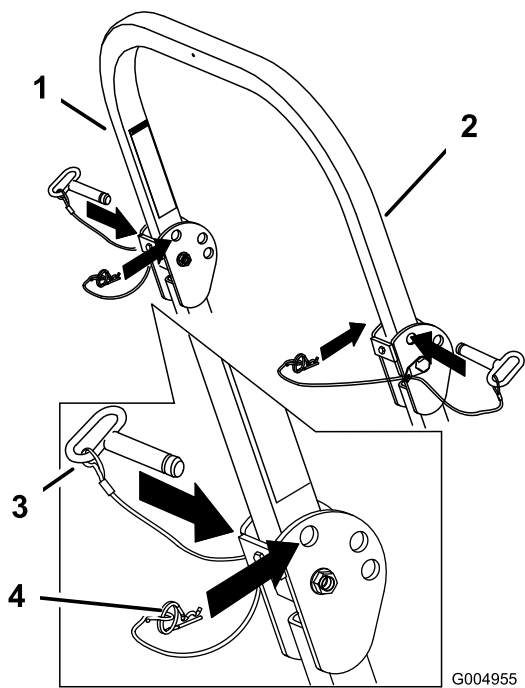

Figura 8
1. Togliete le spine delle coppiglie e le 2 spine (Figura 8).
3. Montate le 2 spine e fissatele con le coppiglie (Figura 8).
- Per alzare il roll bar rimuovete le coppiglie e le 2 spine (Figura 8).
- Alzate completamente il roll bar e montate le 2 spine, quindi fissatele con le coppiglie (Figura 8).